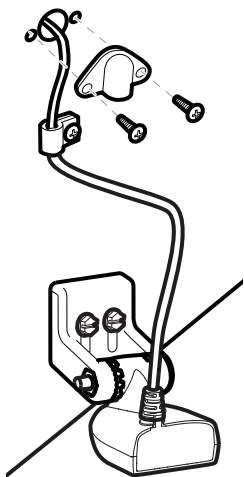

Figure 25
- 2b. Si vous avez décidé de passer le câble à travers le tableau arrière, percez un trou de 16 mm (5/8 po) de diamètre au-dessus de la ligne de flottaison. Passez le câble dans ce trou, puis remplissez le trou d'un agent d'étanchéité à base de silicone de qualité marine et passez immédiatement à la prochaine étape. (Figure 25)